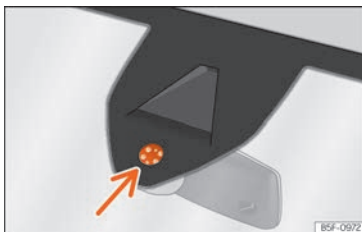

Fig. 103 Superfície sensível do sensor de chuva.
As possíveis causas de anomalias e interpretações errôneas na zona da superfície sensível » » » **Fig. 103** do sensor de chuva são, entre outras:
- Limpe regularmente a superfície sensível do sensor de chuva » » » **Fig. 103** [seta] e verifique possíveis danos nas escovas.